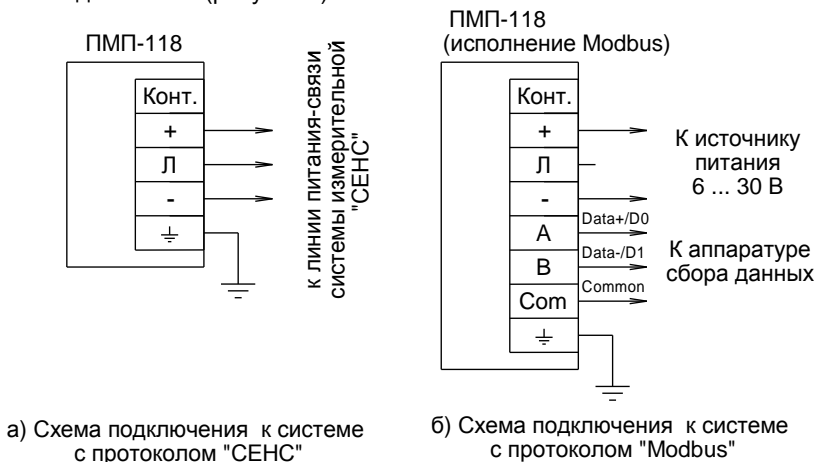

Рисунок 6
3.4.2 Для проверки работоспособности преобразователь необходимо подключить к приборам, совместно с которыми он будет эксплуатироваться в соответствии со схемой подключения (рисунок 6).